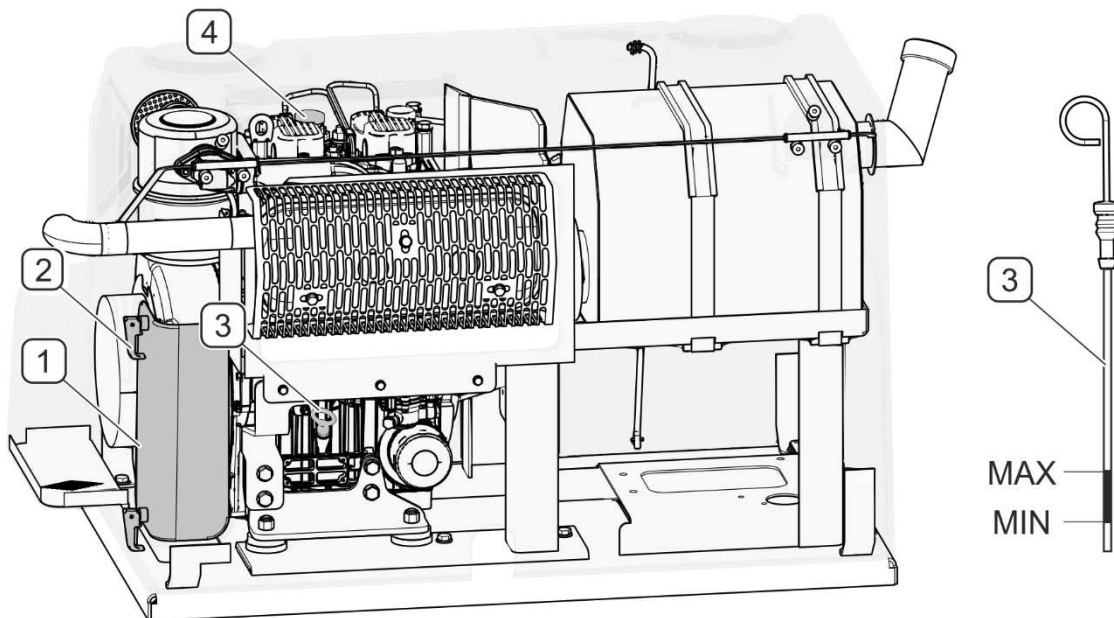

РИСУНОК 4.3 Проверка уровня масла в двигателе
- Откройте замки (2) и снимите кожуха двигателя (1) (РИСУНОК 4.3).
- Выньте маслоизмерительный щуп (3). Щуп должен быть сухим, для этого его нужно вытереть.
- Если уровень масла в двигателе слишком низкий, нужно отвинтить заливную пробку (4) и долить необходимое количество.
- Завинтите заливную (4) пробку и вставьте щуп (3).